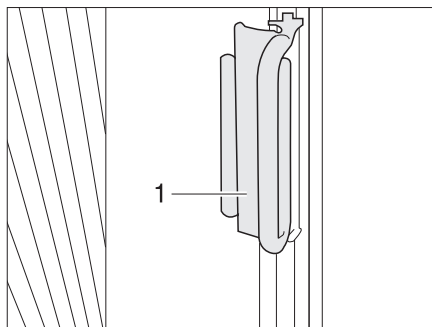

Bild 14 Handtag plisségardin vindruta
- Skjut plisségardinerna för vindrutan med handtagen (Bild 14,1) under skydden på A-stolpen och sätt fast handtaget på skyddet. Plisségardinen är säkrad.